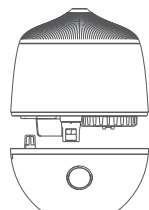

Рис. 3
3) Аккуратно поместите бак обратно на основание. Убедитесь что бак для воды установлен правильно, и прибор находится на ровной поверхности. Затем установите на место верхнюю крышку (см. Рис. 3);